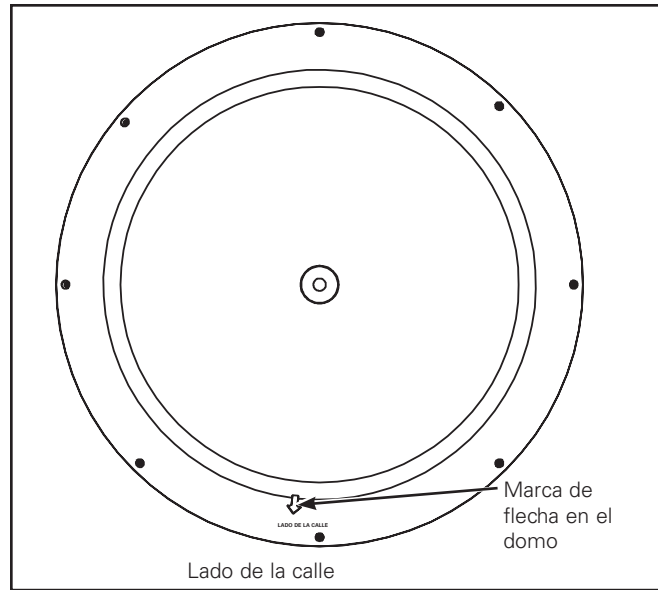

Figura 18.
- Para luminarias con ópticas asimétricas, rótelas según la marca de la flecha que hay en el domo en el sentido de la calle. (Figura 18.)